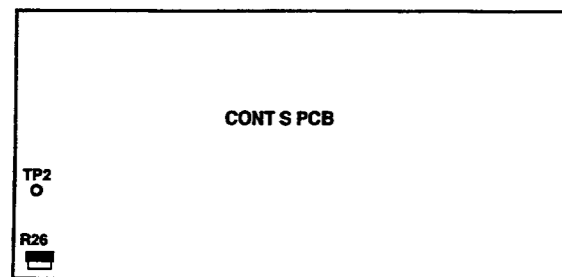

Fig. 2-10
- Connect the DC voltmeter between TP2 (Fig. 2-10) on the CONT S PCB and GND.
- When blank tape MTT-5512 is played back in the REV /PLAY mode, adjust R26 (Fig. 2-10) on the CONT S PCB so that the voltage at TP2 reads 2.5 V.
- CONT S PCB の TP2 (図2-10) と GND 間に DC 電圧計を接続する。
- REV/PLAY モードで、ブランク・テープ MTT-905 を再生したとき、TP2 の電圧が 2.5V になるように CONT S PCB の R26 (図2-10) を調整する。